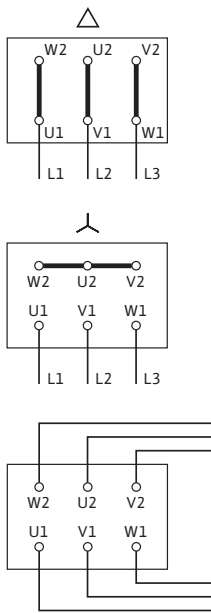

Fig. 17: 메인 연결
전기 연결도는 터미널 박스 커버에 있습니다 (Fig. 17 참조).
- 메인 연결은 모터 출력 P2, 전원 및 기동 방식에 따라 결정됩니다. 터미널 박스에서 요구되는 터미널 브릿지 결선은 다음 목록 „ 표 4: 메인 연결 터미널 할당“, 페이지 17 및 Fig. 17에 명시되어 있습니다.